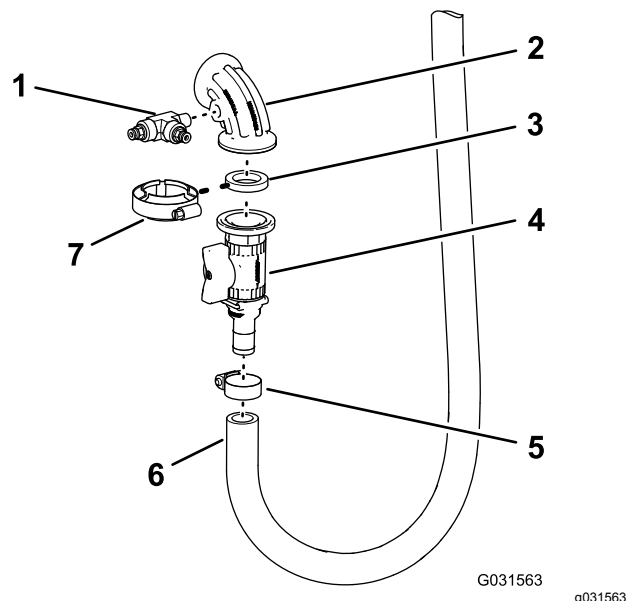

Figura 184
3. Aplique fita de PTFE vedante de roscas nos roscados da união em T (Figura 184) que retirou no passo 3 de Desligar os tubos e a tubagem (página 14).
4. Monte a união em T no cotovelo a 90° com porta lateral, como se mostra na Figura 184, e aperte a união à mão.
5. Monte sem apertar o cotovelo a 90° com porta lateral, a junta e a válvula de bloqueio com o grampo flangeado (Figura 184).
6. Monte a união estriada da válvula de bloqueio no tubo de entrada e na braçadeira de tubos (Figura 184) que retirou no passo 4 de Desligar os tubos e a tubagem (página 14).